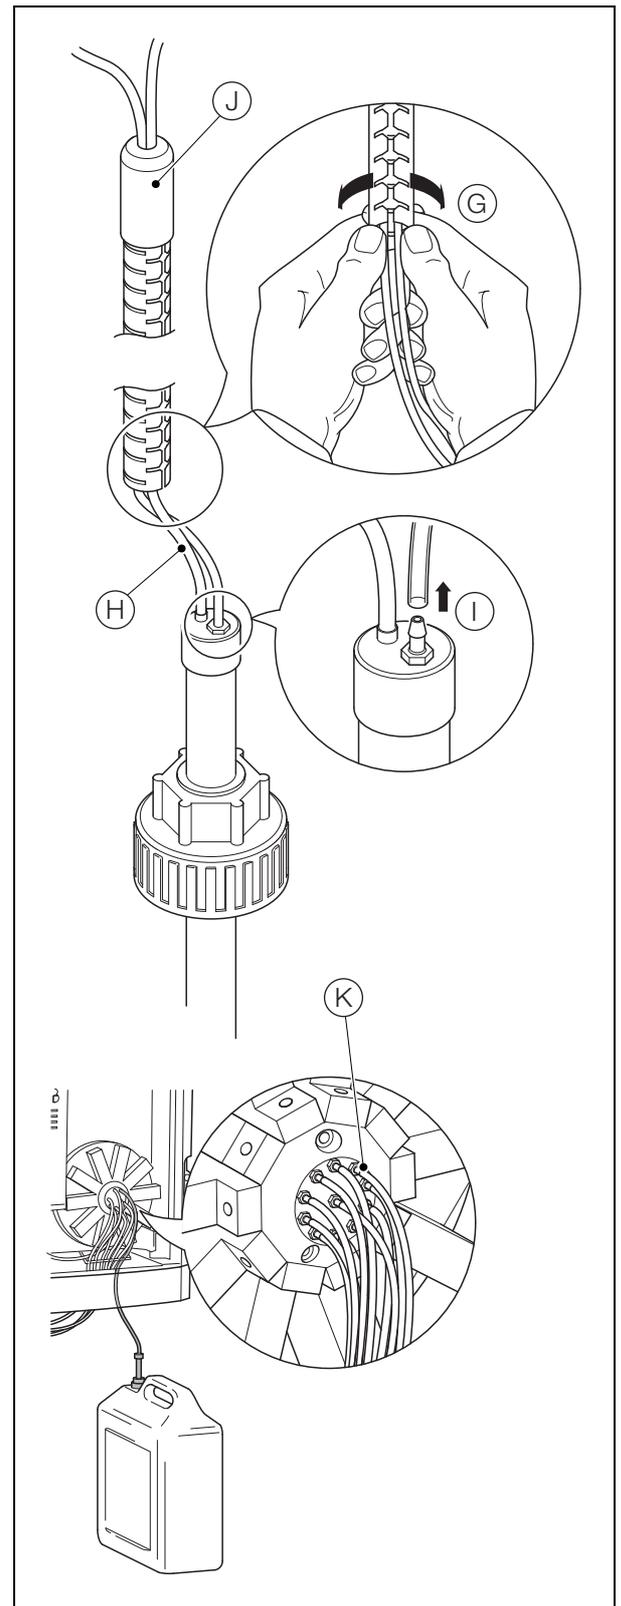

Fig. 13.7 Sostituzione del tubo dei reagenti
4. Con riferimento a Fig. 13.7:
- Rimuovere la protezione a spirale (G) dal tubo dei reagenti e dal cavo del sensore di livello (H).
- Scollegare il tubo dal sensore di livello (I) ed estrarre il tubo dalla protezione in gomma (J).
- Inserire il nuovo tubo attraverso la protezione in gomma (J) e installare il tubo nell'analizzatore in base alle annotazioni prese nel passaggio a. Collegare il tubo al connettore R1 sul collettore a valvola (K).
- Riposizionare la protezione a spirale (G).
- Tagliare il tubo alla lunghezza necessaria e collegarlo al sensore di livello (I).